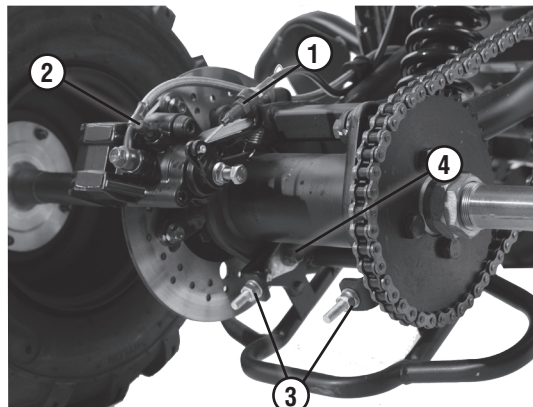

Рис. 13. Дисковый тормоз задних колес и регулировка натяжения цепи
Регулировка привода тормоза задней оси осуществляется за счет изменения длины упоров оболочки троса, расположенных на кронштейне рычага (рис.11, поз.3) и кронштейне тормозного суппорта (рис.13, поз.1). Тормоз задней оси должен быть отрегулирован таким образом, чтобы свободный ход рычага составлял 10-20мм, а при отпущенном рычаге ось вращалась свободно, без задевания колодок о тормозной диск.
- повторите процедуру прокачки гидропривода для тормоза переднего правого колеса и тормоза задней оси (рис. 13, поз.2).
- ослабьте болты крепления корпуса задней оси к маятниковой вилке (рис. 13, поз. 4)
- отрегулируйте натяжение цепи. Регулировку натяжения цепи производите равномерным вращением гаек растяжек (рис. 13, поз. 3); при достижении необходимого натяжения затяните болты крепления корпуса задней оси к маятниковой вилке..